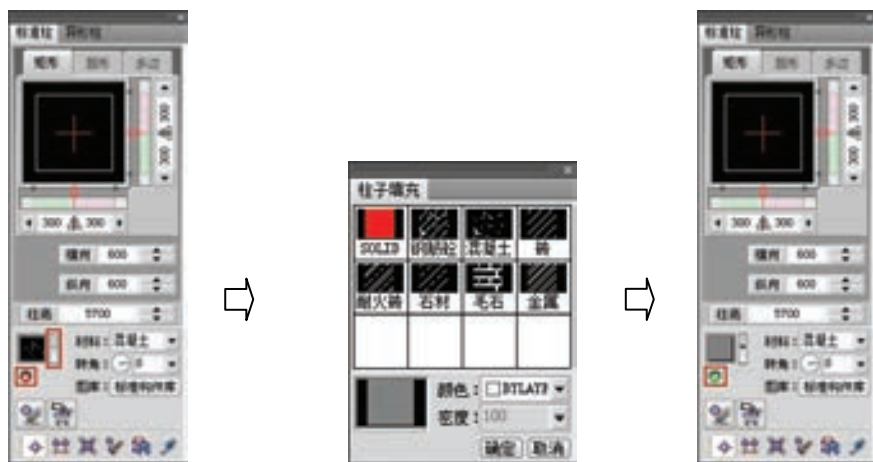

图 15-9 设置柱子参数
4) 绘制柱子。调用“标准柱”命令，在弹出的“标准柱”对话框中设置柱子的横向、纵向参数；单击“柱子填充”按钮，开启填充模式；单击图案预览框右侧的向下箭头，在弹出的“柱子填充”对话框中选择填充图案，单击“确定”按钮返回“标准柱”对话框，如图 15-9 所示。